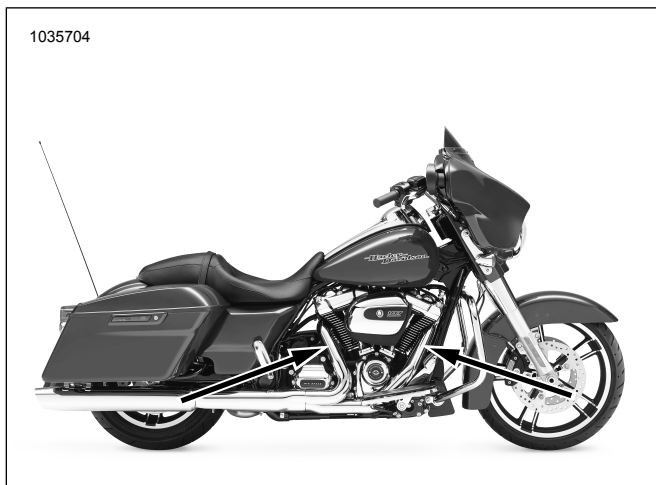

Figure 11. Emplacements de la sonde d'oxygène (côté intérieur des tuyaux d'échappement)
Consultez Figure 11, Figure 52 et Tableau 5 Installez les sondes d'oxygène chauffantes à large bande (2). À l'aide de la douille pour sonde d'oxygène (numéro de pièce HD-48262-A), serrez à :